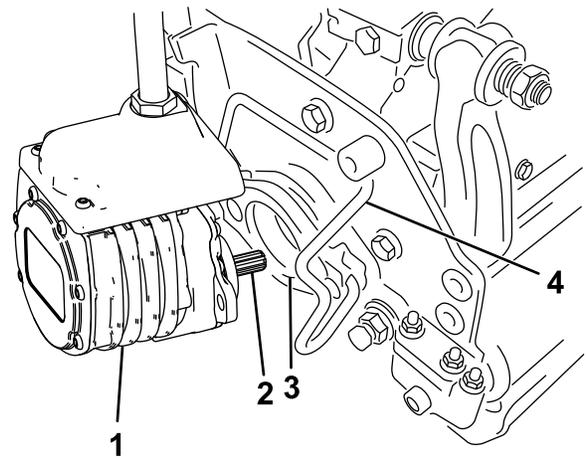

Figure 60
- 6. Enduisez de graisse propre l'arbre cannelé du moteur de l'unité de coupe (Figure 60).
- 7. Insérez le moteur dans le côté gauche de l'unité de coupe (vu de la position de l'utilisateur) et tirez la barre de retenue du moteur située sur l'unité de coupe vers le moteur jusqu'à ce que vous entendiez un déclic des deux côtés du moteur (Figure 60).